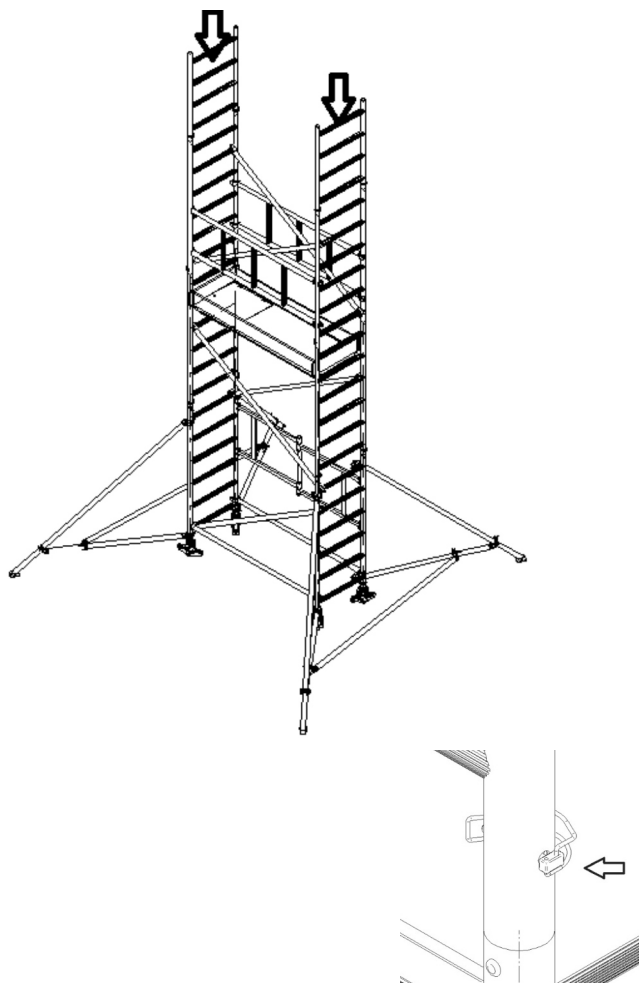

Rys. 56. Montaż krawężników poprzecznych
15. Następnie zamocować zestaw krawężników. Montaż rozpocząć od krawężników poprzecznych (Rys. 56), a następnie zamontować krawężniki wzdłużne (Rys. 57).